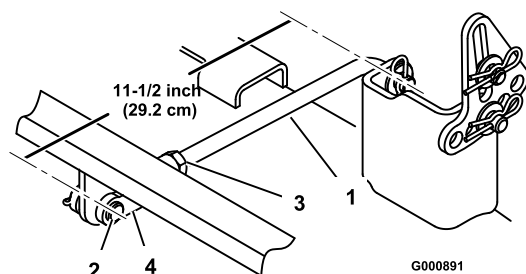
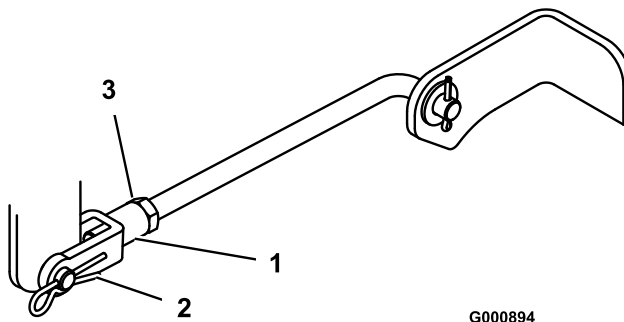

Figure 44
Figure 46
- Mesurez la longueur du tourillon arrière (Figure 44). Si elle n'est pas égale à 29,2 cm (11-1/2 pouces), retirez l'axe de chape et la goupille fendue à l'extrémité du tourillon (Figure 44), desserrez l'écrou de blocage et tournez la chape jusqu'à obtention de la longueur voulue.
- Pour régler l'inclinaison avant/arrière des lames, enlevez la goupille fendue des chapes des tourillons avant et desserrez les contre-écrous (Figure 46).
- Tournez les chapes sur les tourillons pour modifier le réglage (Figure 46). Serrez les chapes (raccourcissez les tourillons) pour relever l'avant du plateau et desserrez-les (allongez les tourillons) pour abaisser l'avant du plateau.
- Quand l'inclinaison avant/arrière voulue est obtenue, serrez les écrous de blocage (Figure 44 et Figure 46).